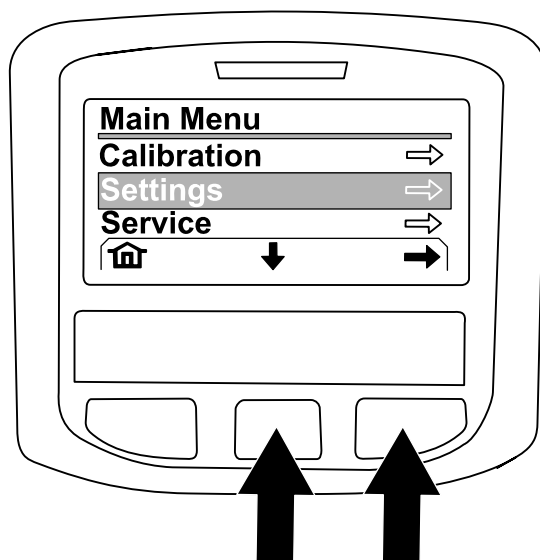

図 225
4. メインメニューMAIN MENU画面で、中央ボタンを押して設定SETTING画面へ移動し、右ボタンで選択する 図 225。